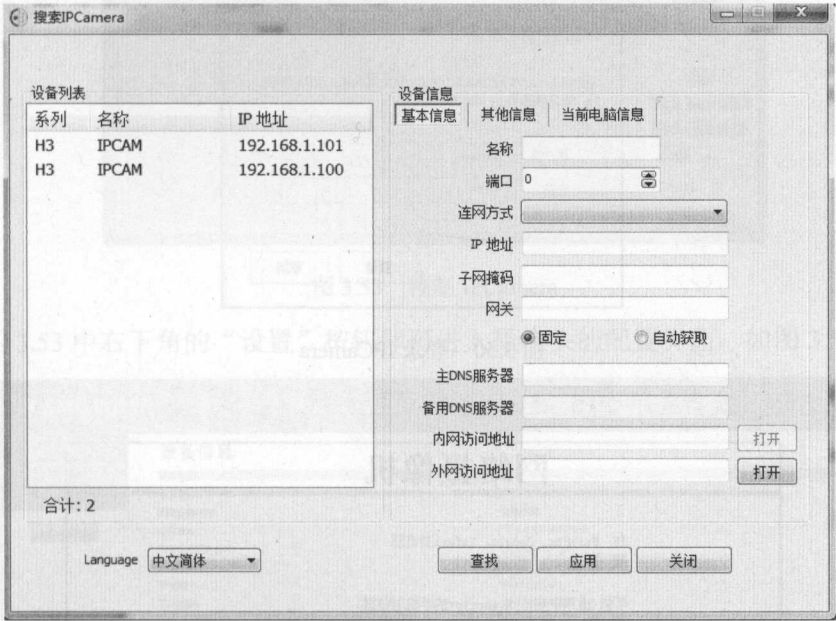
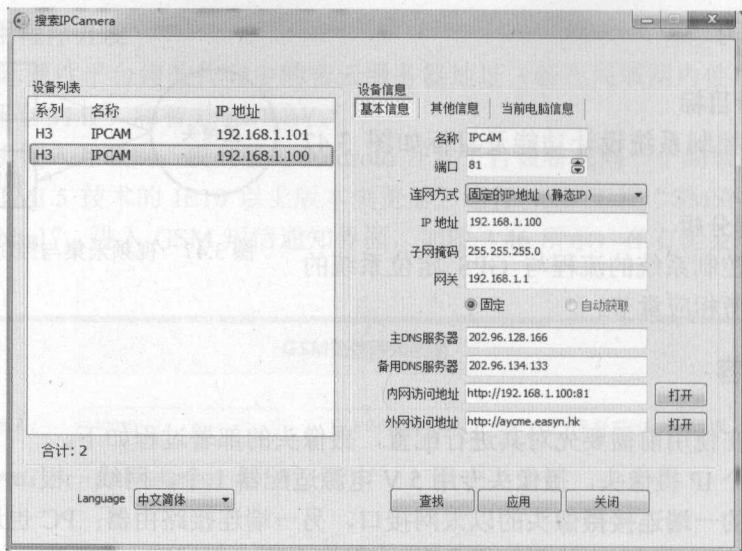

图 3.48 搜索 IPCamera
图 3.49 调看摄像头信息
- (1) 准备 1 个 IP 摄像头，摄像头专用 5 V 电源适配器 1 个，网线一根。
- (2) 用网线的一端连接摄像头的以太网接口，另一端连接路由器；PC 也连接同一个路由器（必须用网线连接，否则查找不到摄像头），保持在同一局域网。
- (3) 查找 IP 摄像头。在“摄像头配置软件”目录下打开 FindDev.exe 程序，摄像头配置软件在配书资料目录“05-常用工具”下。
- (4) 运行上述步骤的程序后，程序就会找到相应的摄像头设备，如图 3.48 所示。
通过图 3.48 可知，程序查找到了 2 台摄像头设备，选中任意摄像头设备，就可以查看当前摄像头的 IP 地址、端口号、内网访问地址、外网访问地址等信息内容，如图 3.49 所示。